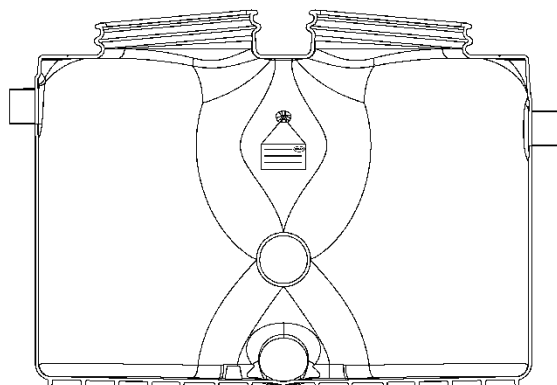

Abb. 14 Platzierung Typenschild
2. Ringschraube an der in Abb. 14 gekennzeichneten, verdickten Stelle in einer Tiefe von 8 mm einschrauben